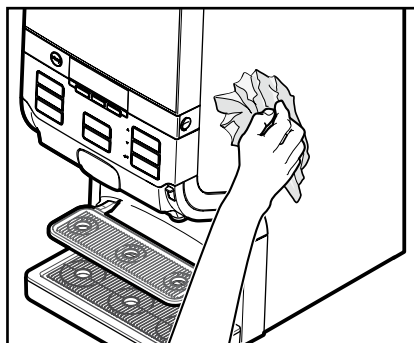

Fig. 28
6. Tørk av automaten utvendig med en fuktig og ren klut. (Fig. 28)